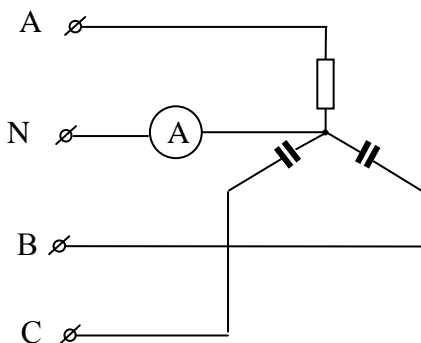

Рис. 3.3.6
3.3.6. В трехфазной цепи (рисунок 3.3.6) известны фазные токи $I_A=3$ А, $I_B=4$ А, $I_C=4$ А. Определить показание амперметра А, включенного в нейтральный провод.